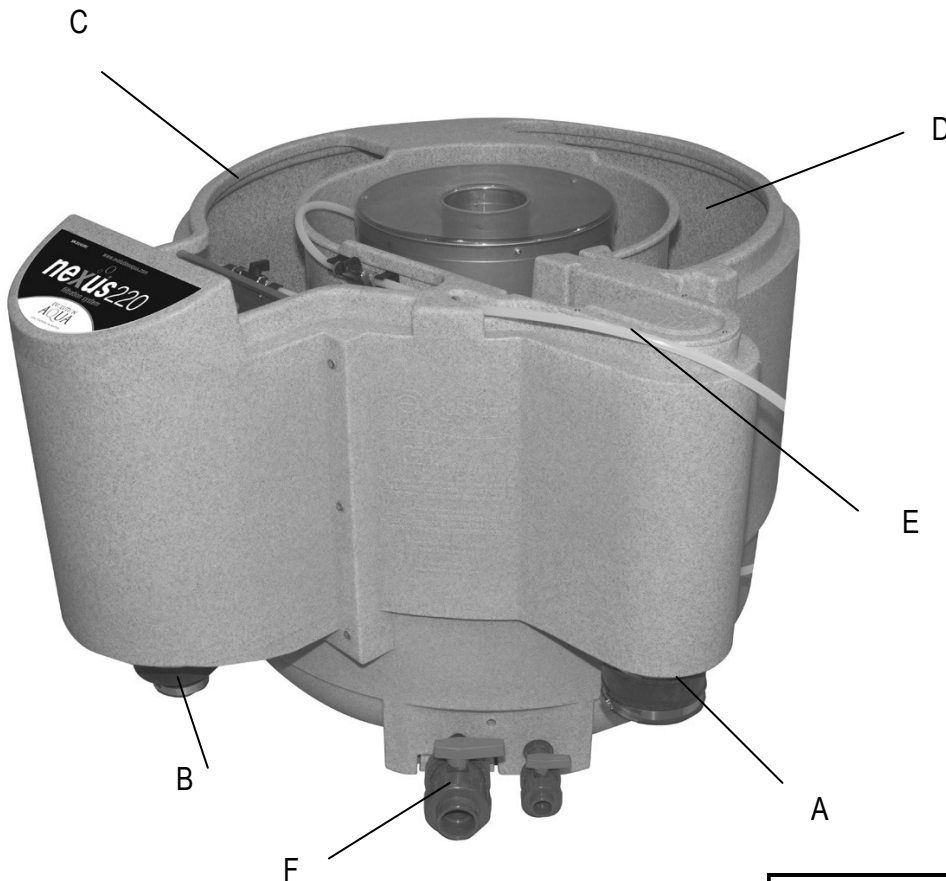

Abbildung 14.
1. Verbinden Sie die Rohrleitung Ihres Teiches mit dem Eazy-Verbindungsstück an der Nexus-Eingangsseite (A).
2. Die Teichpumpe mit geeigneter Verrohrung und Kugelhähnen bzw. Zuschieben am 4" - 2" Eazy-Verbindungsstück (B) anschließen, damit der Nexus während des Reinigungsvorgangs abgetrennt werden kann.
3. 50Ltr. K1 Medien in die Außenkammer (C) des Nexus füllen (Abb.14).
4. Die Luftpumpe mit den Nexus Luftventilen verbinden (E).